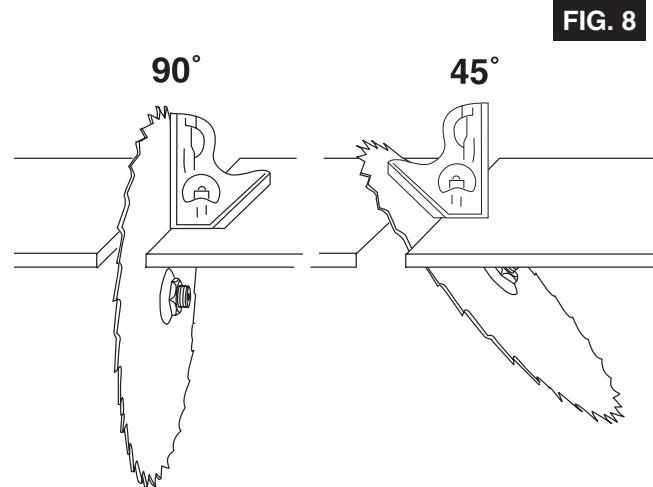

FIG. 8
3. Place a combination square on the table and against the blade to determine if the blade is at a 90° angle to the table (Fig. 8).
3. Place a combination square on the table and against the blade to determine if the blade is at a 45° angle to the table (Fig. 8).
- Placez une équerre combinée sur la table et contre la lame afin de déterminer si la lame est à un angle de 90° par rapport à la table (Fig. 8).
- Placez une équerre combinée sur la table et contre la lame afin de déterminer si la lame est à un angle de 45° par rapport à la table (Fig. 8).
- Coloque una escuadra de combinación sobre la mesa y contra la hoja para determinar si la hoja está a un ángulo de 90° respecto a la mesa (Fig. 8).
- Coloque una escuadra de combinación sobre la mesa y contra la hoja para determinar si la hoja está a un ángulo de 45° respecto a la mesa (Fig. 8).